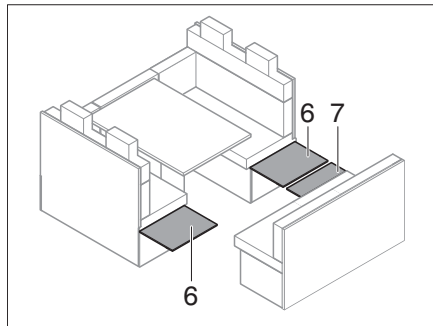

Bild 197 Fäll ut sidoväggar
- Fäll ut sitslådans sidoväggar (Bild 197,6) och sitslådans främre vägg (Bild 197,7).